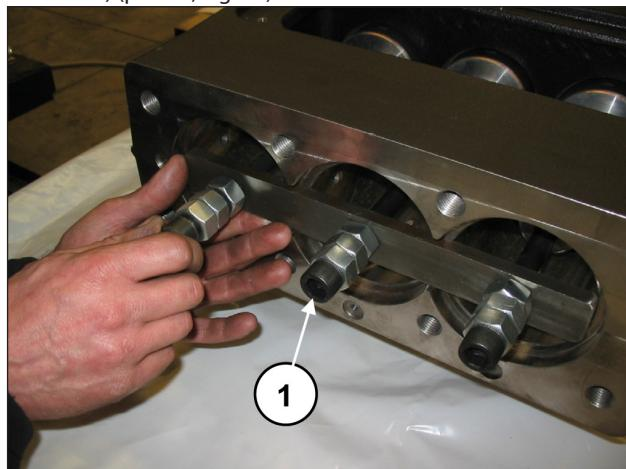

Fig. 38
Faça avançar as semi-hastes na direção da parte hidráulica e bloquee-as mediante o uso da ferramenta adequada (cód. 27566200) (pos. ①, Fig. 38).